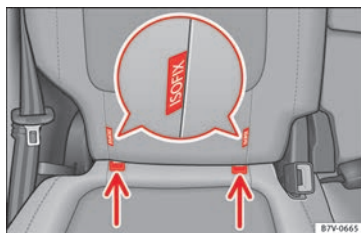

Fig. 37 Versión 2: identificación de los puntos de anclaje para el asiento para niños en el asiento del vehículo.
- Encaje el asiento para niños en las anillas de sujeción » » **fig. 37**, en el sentido de la flecha. El asiento para niños debe encastrar de forma segura y audible.
- Coloque el asiento para niños sobre la banqueta y enganche los ganchos de los cinturones de fijación en las anillas de fijación » » **fig. 37**.